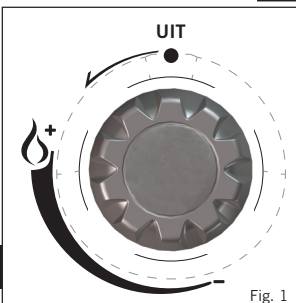

Fig. 1
- Voordat de gastoevoer aangesloten wordt, eerst controleren of de gaskraan van het toestel in de uit stand staat door de bedieningsknop helemaal rechtsom te draaien (zie fig. 1).
- Om de gasfles aan te sluiten, eerst controleren of de gaskraan van het toestel in de uit stand staat door de bedieningsknop rechtsom te draaien tot aan zijn aanslag (zie fig. 1). Ervoor zorgt dat de gasfles rechtop wordt gehouden, de gas container rechtsom op het ventiel schroeven totdat deze volledig goed aangesloten zit, alleen handvast aandraaien. Wanneer de container te vast aangedraaid zit kan dit het ventiel van de cilinder beschadigen.